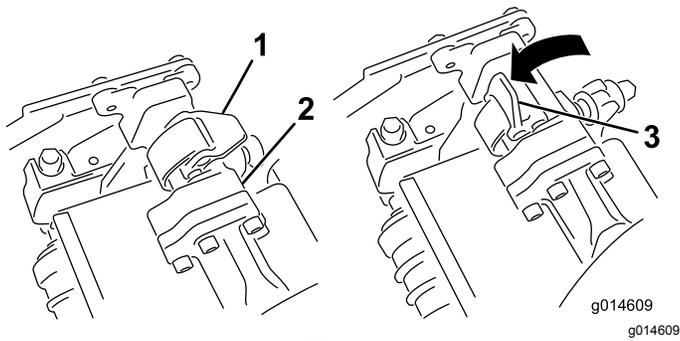
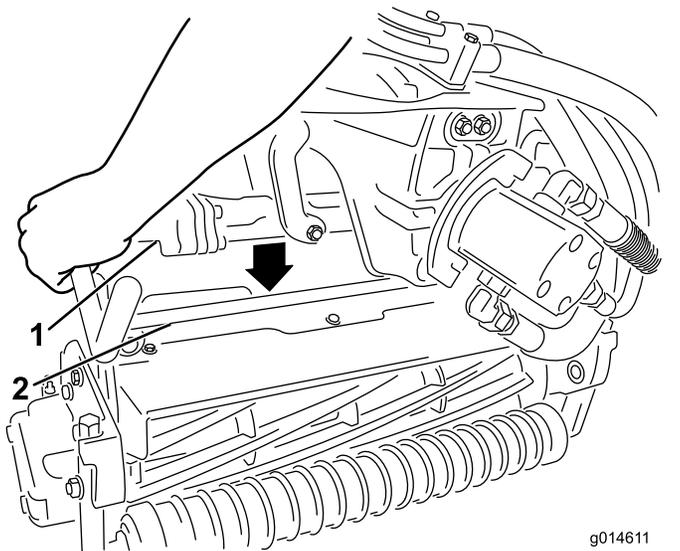

図 43
図 44
3. サスペンションアームのバーについているラッチを上向き開いた状態にして 図 43、サスペンションアームを押し下げて、バーを、カッティングユニットのバーの上に被せるようにする 図 44。
- 4. ラッチを下げて閉じるとカuttingユニットのバーがロックされてユニットがアームにセットされる 図 43。
4. 取り外したいCuttingユニットのサスペンションアームのバーについているラッチを開く(図 43)。